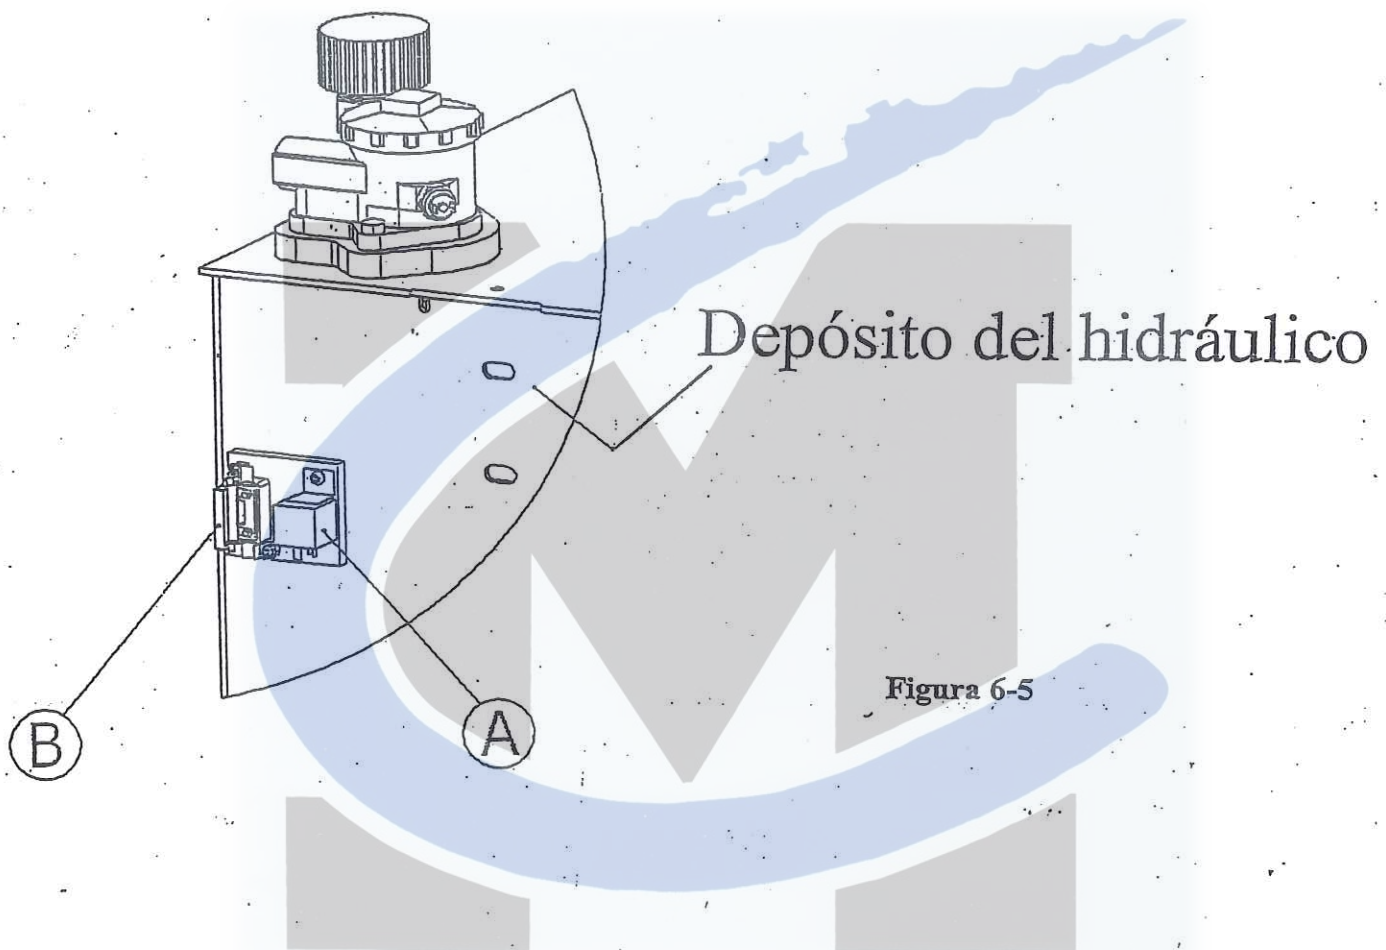

Figura 6-5
El refrigerador de aceite eléctrico sirve para la refrigeración del aceite hidráulico. Visto en el sentido de marcha, está alojado en la parte derecha en el capó y, al abrir éste, gira hacia atrás con él. Se conecta automáticamente a través de un termostato a una temperatura del aceite de unos 55°C. Está protegido por un fusible separado, 30 A. Tanto relé (A) como fusible (B) están atornillados en el depósito hidráulico (ver figura 6-5).